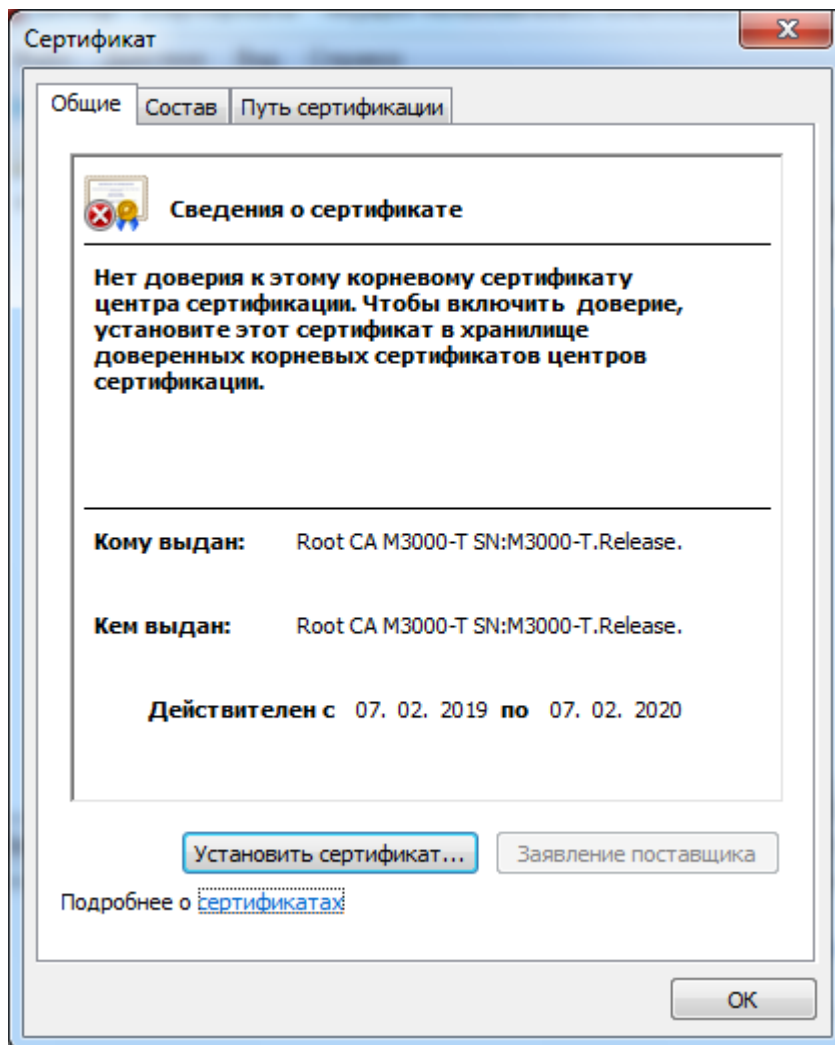

Рисунок 12. Окно установки сертификата
3. В списке сертификатов выбрать сертификат, начинающийся с символов «Root CA...» и щелкнуть по нему два раза. Откроется окно (Рис. 12), в котором нужно нажать кнопку «Установить сертификат»: